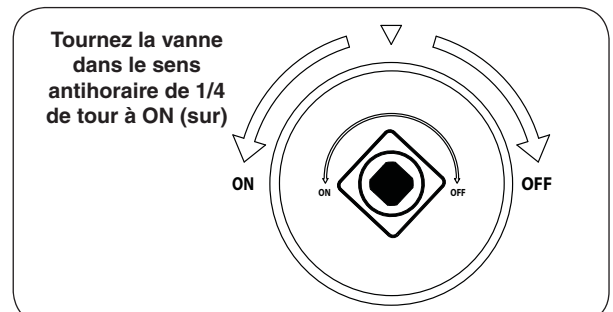

Fig. 40-2 SUR/ÉTEINDRE vanne clé détail
2. Tournez la SUR/ÉTEINDRE vanne clé de la hauteur dans le sens antihoraire de 1/4 de tour à la position **ON** (sur) (Fig. 40-2).